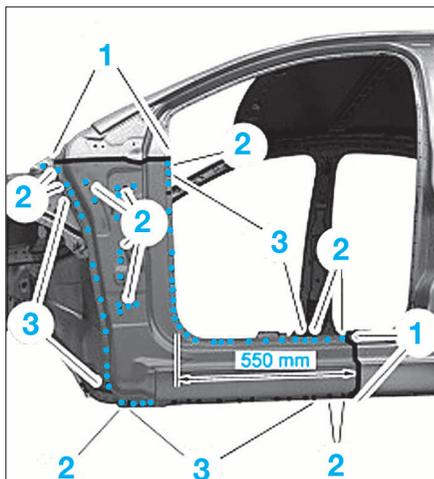

FIG. 27
- Découper le bas de caisse selon la ligne (1) (Fig.27).